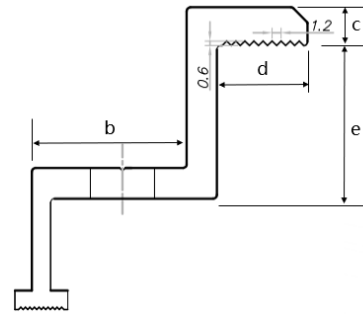

図 15 エッジクランプの断面イメージ図
- ② クランプの影により太陽電池モジュールの発電面を遮らないよう気を付けてください。クランプが排水穴を塞がないようにしてください。クランプとモジュールのフレームとのオーバーラップは8mm~10mmとしてください。(モジュールが確実に設置される前提でクランプの断面を変えることができます)。
- ③ ブラケットの上面でモジュールのフレームと接触する部分には、M8 ボルト用の凹みが必要です。
- ④ ブラケットに凹みがない場合、ボルトで固定するように、上記の位置に適当な径の穴を開けます。
- ⑤ 平ワッシャー、スプリングワッシャー、ナットの順にクランプを装着します。
- ⑥ 図 12、13、14 はエッジクランプです。図 15 は中間クランプ及び断面イメージ図です。エッジクランプの寸法は、 $a \geq 60\text{mm}$ 、 $b \geq 16\text{mm}$ 、 $c \geq 5\text{mm}$ 、 $d \geq 8\text{mm}$ 、 $e \geq 15\text{mm}$ 、 $\phi = 9\text{mm}$ 、板厚 $\geq 3\text{mm}$ です。推奨締付トルクは、グレード 8.8 のボルト・ネジの場合、17~23Nm とします。